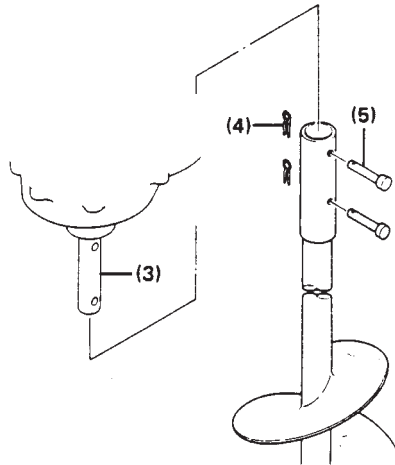

Fig. 2
- 3) Para instalação do trado, coloque a cabeça motriz no chão. Coloque o trado no eixo de accionamento. Depois de alinhar os furos no eixo de accionamento e no trado, insira os 2 pernos de travamento juntamente fornecidos e fixe-os com as cupilhas, usando um alicate. (Fig. 2)